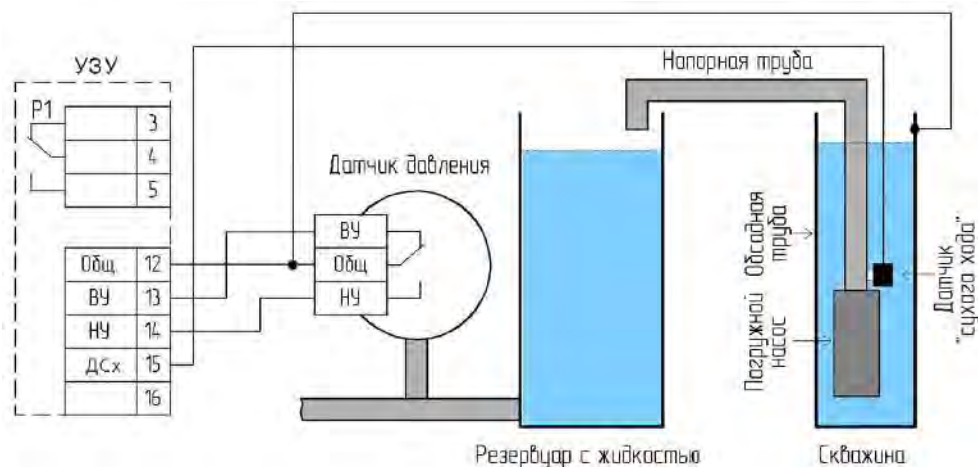

Рис. 4 Выключение электродвигателя в режиме работы «датчик давления»
2) при увеличении уровня жидкости в резервуаре давление на датчик увеличивается, достигнув значения верхней уставки «ВУ» датчика, происходит автоматическое выключение электродвигателя насоса (см. Рис.4);